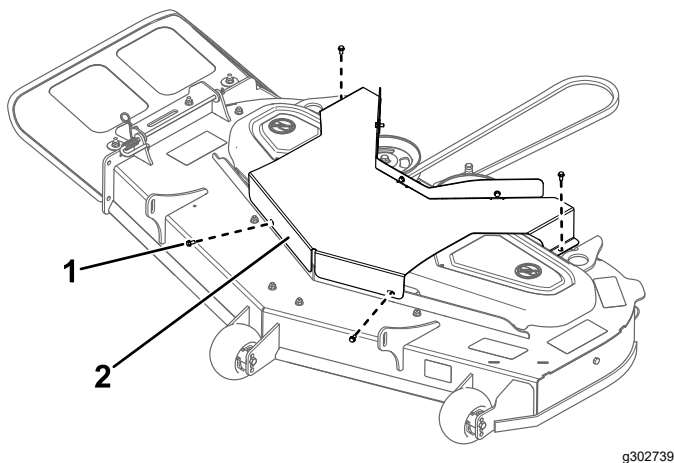

Figura 28
1. Bullone (2)
4. Togliete i 4 bulloni che fissano la protezione del piatto e rimuovete la protezione (Figura 28).